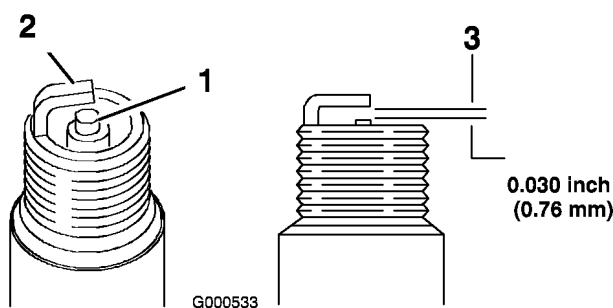

Figura 34
1. Mire la parte central de la(s) bujía(s) (Figura 34). Si se observa un color gris o marrón claro en el aislante, el motor está funcionando correctamente. Si el aislante aparece de color negro, significa que el limpiador de aire está sucio.
2. Compruebe la separación entre los electrodos central y lateral (Figura 34). Si la distancia no es correcta, doble el electrodo lateral (Figura 34).